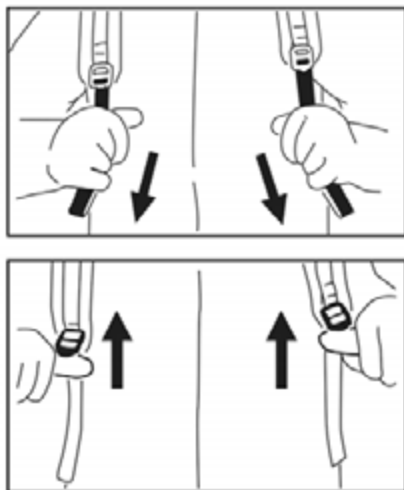

Рис. 17 Настройка ремней
2. Потяните ремни вниз, чтобы затянуть их (Рис. 17).